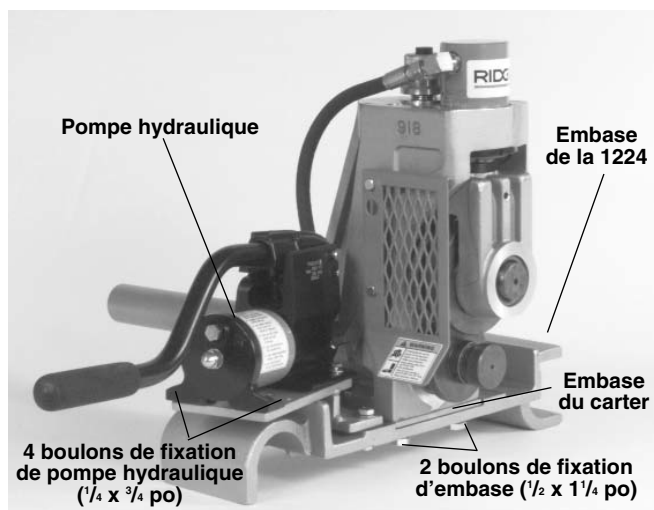

Figure 5 – Rainureuse à galets industrielle n° 918 sur embase de machine à fileter n° 1224
2. Alignez la 918 sur l'embase de la 1224 (Figure 5).